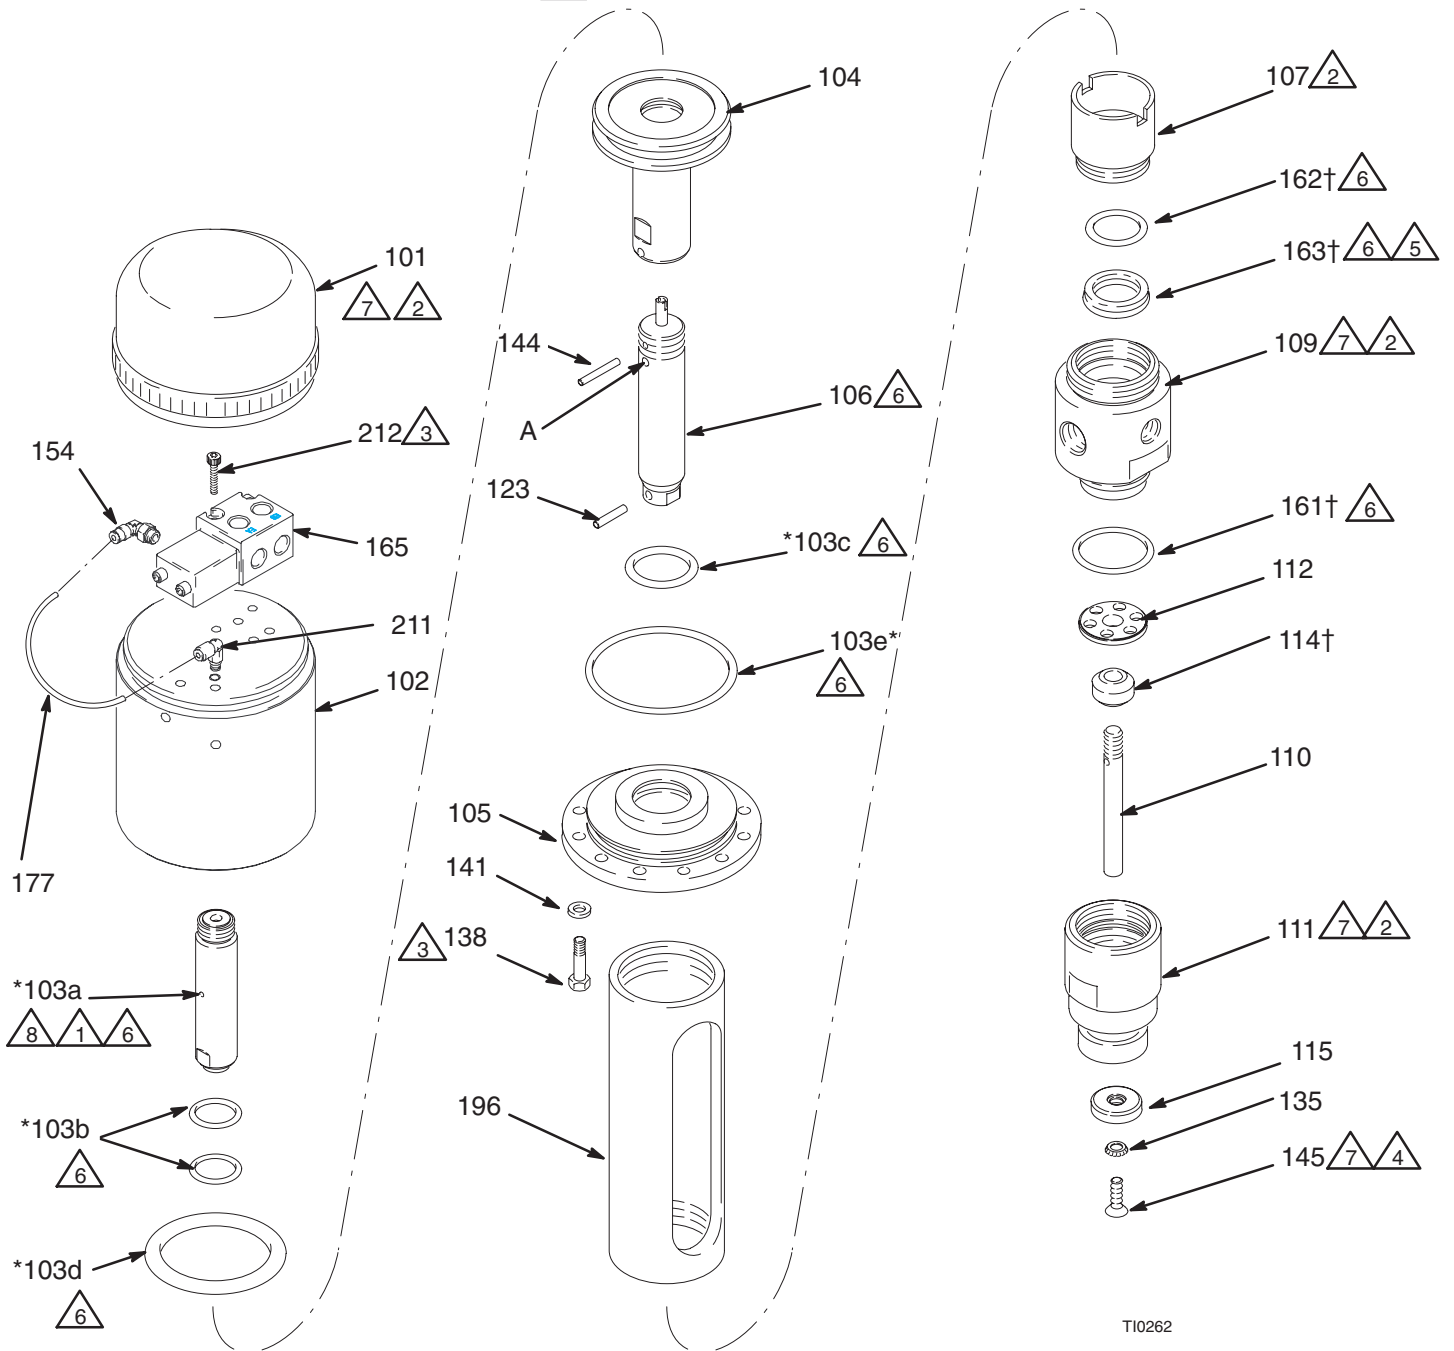

Fig. 4
Démontage (Voir Fig. 4)
2. Visser la tige du piston d'amorçage (110) sur le piston (106) jusqu'à ce que les trous soient les uns en face des autres. Introduire la goupille (123) dans les trous. Faire coulisser l'ensemble piston et tige à l'intérieur de la coupelle de presse-étoupe et de la section produit.
3. Placer le clapet d'entrée (114†) sur le siège du corps de ce clapet (111). Introduire la butée (112) dans le corps du clapet d'entrée, avec le côté plat tourné vers le haut. S'assurer que la butée (112) repose bien sur le bord du corps du clapet. Lubrifier le joint torique (161†). Le tordre pour lui donner une forme de haricot, puis le presser soigneusement dans la gorge intérieure du corps du clapet (111), en évitant de l'endommager.
4. Enduire le filetage inférieur de la section produit (109) de lubrifiant à filetage. Assembler la section produit et le corps du clapet d'entrée (111) en veillant à ce que la tige du piston d'amorçage (110) traverse la butée (112) et le clapet (114) à l'intérieur du corps (111) et atteigne la section produit (109), puis serrer à 35–37 N.
5. Enduire les filets de la vis (145) de lubrifiant. Maintenir le piston (106) immobile en introduisant un petit tourne-vis ou un poinçon dans l'orifice (A) de 4 mm (5/32") de diamètre. Fixer le piston d'amorçage (115) à l'extrémité de la tige du piston d'amorçage (110) au moyen de la vis (145) et de la rondelle (135). Serrer à 1,7–2,3 N.m.
6. Enduire le filetage supérieur de la section produit (109) de lubrifiant. Visser l'accouplement du moteur pneumatique (105) sur la section produit et serrer à 35–37 N.m.
7. Placer le gros joint torique (103e*) autour de l'accouplement du moteur pneumatique (105) et le petit joint torique (103c*) dans la gorge intérieure de l'accouplement.
8. Placer les deux petits joints toriques (103b*) dans les gorges intérieures du piston du moteur pneumatique (104). Faire descendre le piston à travers l'accouplement du moteur pneumatique (105) de façon à ce qu'il accroche les filets du piston produit (106). Visser au maximum le piston du moteur pneumatique sur le piston produit en alignant les trous. Introduire la goupille (144) dans les trous.
9. Placer le gros joint torique (103d*) sur la face extérieure du piston du moteur pneumatique (104).
10. Enduire de colle les filetages de l'ensemble (103a*) et visser celui-ci sur le cylindre du moteur pneumatique (102). Serrer à 8–10 N.m. Enduire de lubrifiant le pourtour du corps de la vanne d'air (103a) et la paroi intérieure du cylindre du moteur pneumatique (102).
11. Faire descendre le cylindre du moteur pneumatique (102) sur l'accouplement (105) de ce dernier. Aligner l'entrée d'air sur la sortie produit comme indiqué au point 1 de la rubrique **Démontage**. Le corps de la vanne d'air (103a) descendra dans le piston du moteur pneumatique (104). Fixer le cylindre sur l'accouplement à l'aide de trois vis (138) et rondelles (141). Serrer les vis à 2–4 N.m.
12. ***S'il est nécessaire de remplacer la vanne d'air (165)***, aligner et monter la nouvelle vanne d'air sur le dessus du cylindre du moteur pneumatique (102), comme indiqué à la Fig. 4. Mettre en place les deux vis et rondelles de fixation et serrer à 2–4 N.m. Lubrifier le filetage supérieur du cylindre du moteur pneumatique (102). Visser le chapeau (101) sur le cylindre.
13. Faire descendre la pompe à travers le support (33). L'orienter correctement et la fixer sur le support à l'aide des trois vis (138) et rondelles (141). Serrer les vis à 2–4 N.m. Remettre le raccord de sortie produit (28).
14. Remonter le plateau racleur sur la section d'entrée (111). Le fixer à l'aide des deux vis (302). Rebrancher tous les flexibles et remettre la pompe en service.